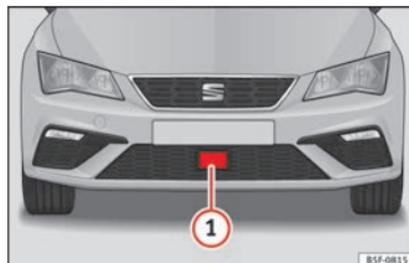

Fig. 212 En el paragolpes delantero: sensor de radar.
En el paragolpes delantero va montado un sensor de radar para captar la situación del tráfico »» fig. 212 ①.